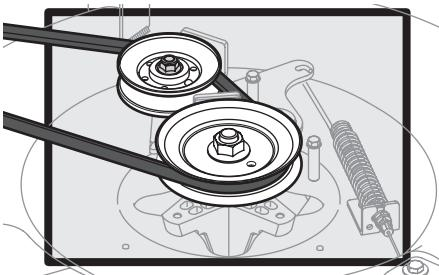

Figure 22
- Nettoyez le dessus du plateau de coupe et du couvercle des fusées ainsi que le pourtour des courroies. Voir la Figure 22.
- Nettoyez bien l'essieu, la transmission et le ventilateur. Voir la Figure 22.